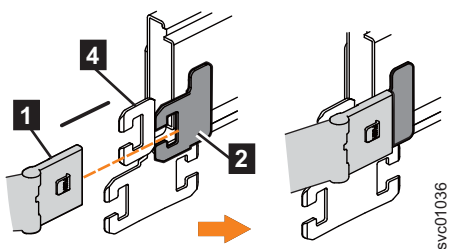

図 45. サポート・レールの内部メンバーへの上部 CMA の内部コンネクターの取り付け
2. 図 45 に示すように、上部 CMA アセンブリーの内部コンネクター (1) を、外部および内部のサポート・レールからの左側のサポート・レールの内部メンバー (2) に取り付けます。